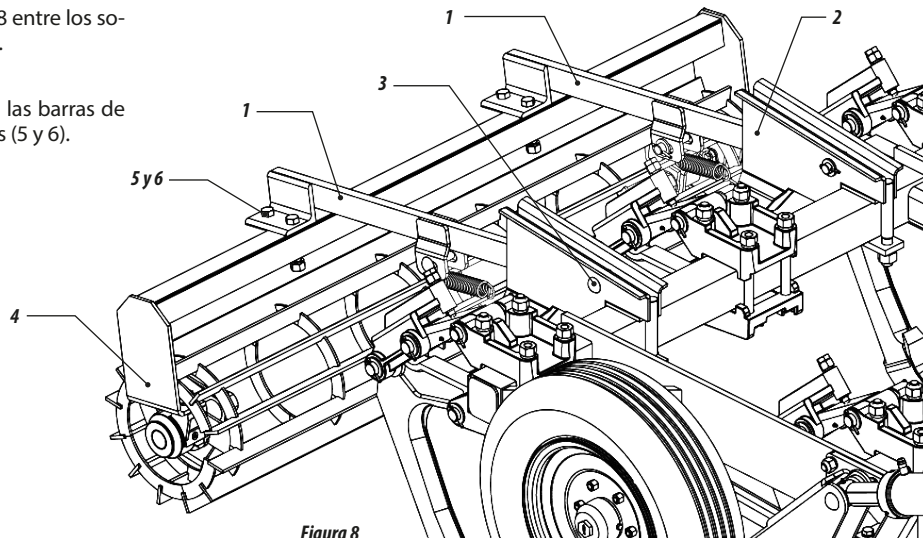

Figura 8
11 - Introducir las barras de oscilación (1) figura 8 entre los soportes de fiação (2) y fijar con los pernos (3).